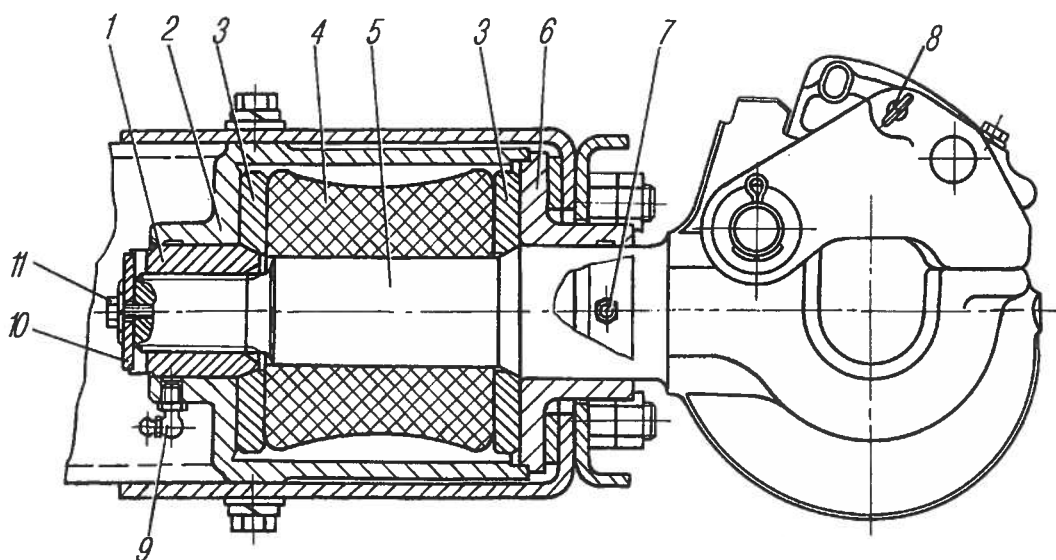

Рис. 39. Прибор буксирный:
**Буксирный прибор** автомобилей крепится в специальной поперечине. Уход за буксирным прибором заключается в смазке и очистке его от грязи. Направляющие стержня буксирного крюка смазываются через масленки при техническом обслуживании автомобиля. Крюк в опоре корпуса 2 (рис. 39) и втулке 6 должен свободно вращаться от руки.